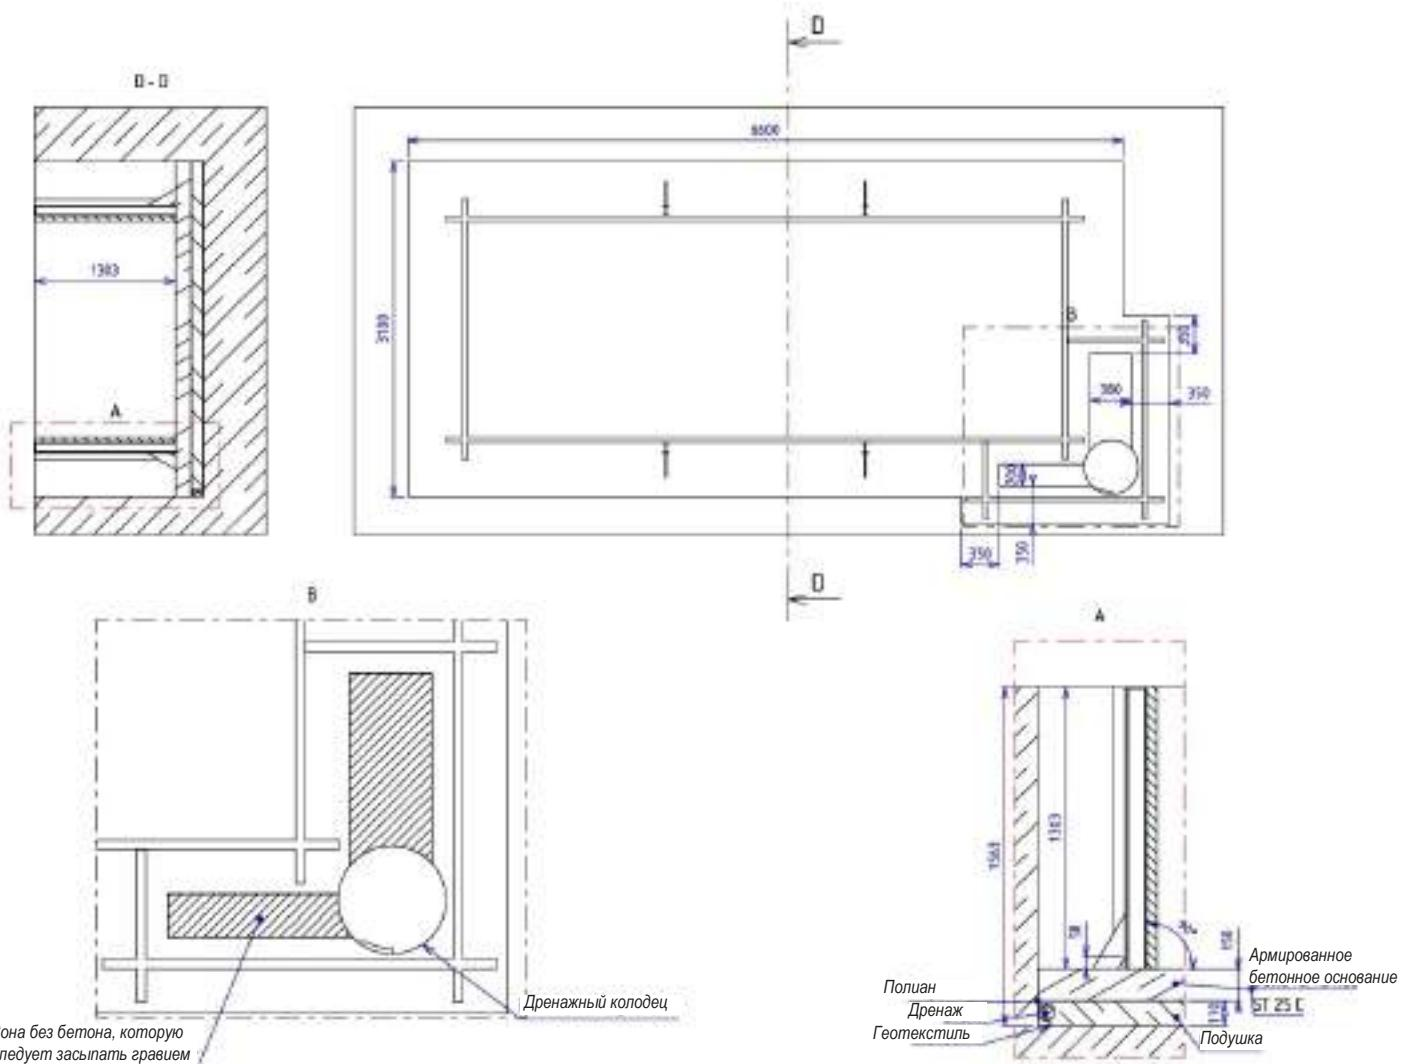

Рисунок 5 – Характеристики бетонного основания
**СОВЕТ.** Опорные стойки можно использовать, чтобы наглядно обозначить нужную высоту бетонного основания. Для этого используйте в качестве исходного уровня нулевой уровень бассейна (уровень нижнего края бордюра, см. Рисунок 5), отмерьте от него 1,303 м и проведите линию на этом уровне по передней поверхности опорной стойки. Эта линия и будет обозначать высоту бетонного основания.
Характеристики бетонного основания указаны на *Рисунок 5*. Размеры основания такие, что нижние края (ножки) деревянной лестницы снаружи бассейна не стоят на бетонном основании. Тем не менее, рекомендуем по возможности установить их на твердом элементе (например, основании или бетонных блоках).
При заливке бетонного основания по всей площади дна котлована убедитесь в том, что верхняя арматура правильно забетонирована: слой бетона над арматурой должен быть не менее 3 см. Для определения глубины заливки основания используйте *Рисунок 5* Толщина основания должна составлять 150 мм, а расстояние от его поверхности до верхнего края котлована должно составлять 1303 мм, если вы хотите углубить бассейн.